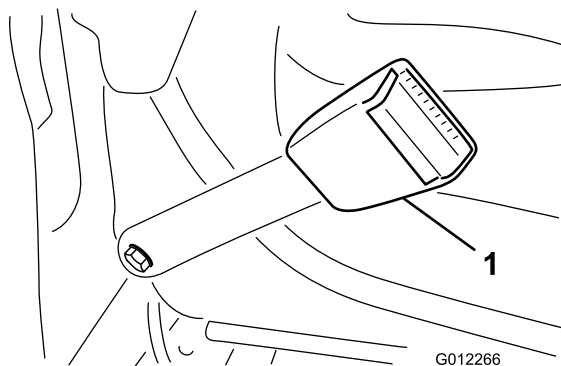

Figure 6
1. Fixez l'extrémité de chaque boucle de ceinture de sécurité dans les trous au dos du siège au moyen de 2 boulons (7/16" x 1"), rondelles plates (7/16") et rondelles frein (7/16") (Figure 6).